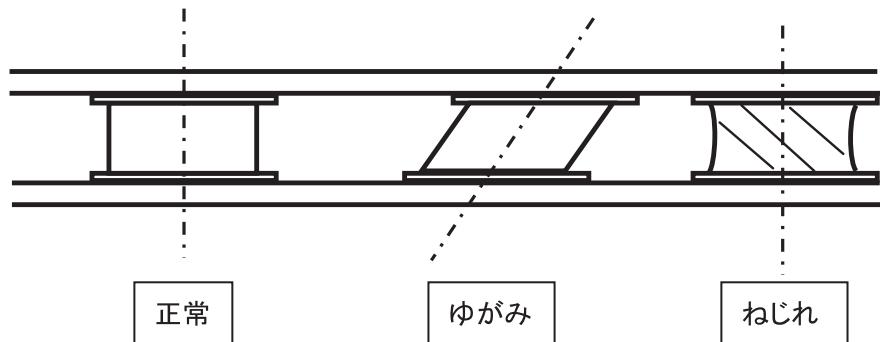

図 4 防振ゴム取付例
(1) 防振ゴムを使用する場合は、図 4 に示すように上下の穴の位置を合わせ、ゴムにねじれ、ゆがみ等無いように取り付けてください。